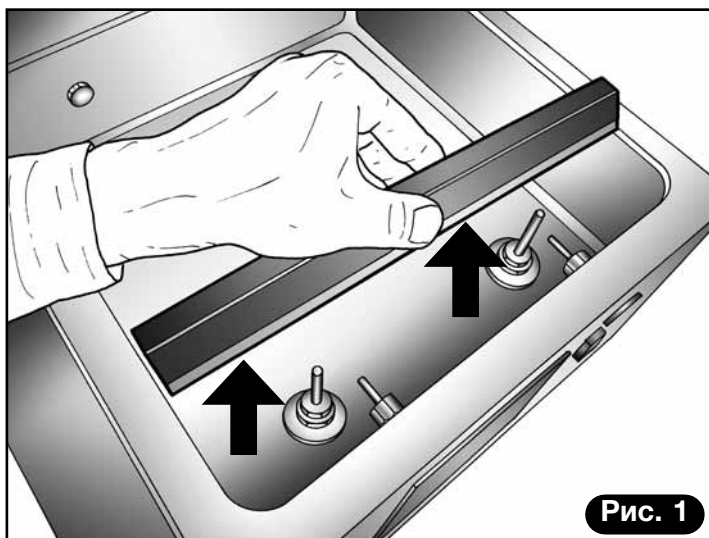

Рис. 1
- Поднять сварочную планку горизонтально за оба конца и снять (рис. 1).
- 1) Поднять сварочную планку горизонтально за оба конца и снять (рис. 1).